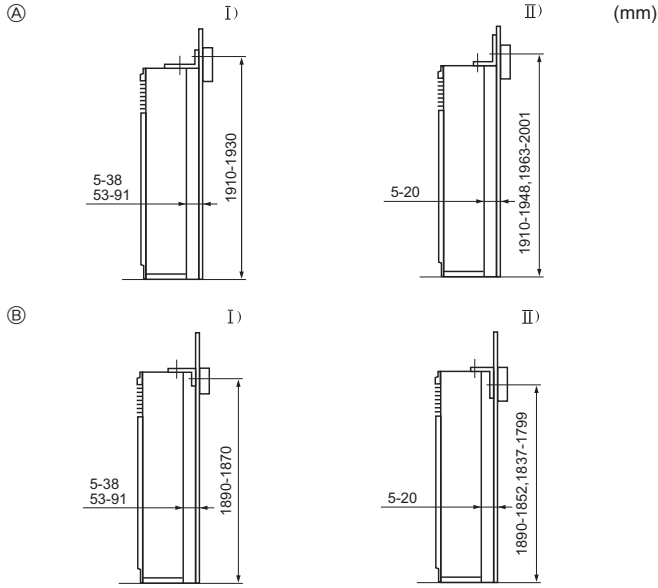

Fig. 3-3
Devrilmeyi engelleyen köşebent ①, ünitenin üst yüzeyine takılır. Kılavuz vidaları ② çıkartın ve şekilde gösterildiği gibi köşebendi yeniden takın. Doğru takma mesafeleri için, Fig. 3-3'e bakınız.
3.3. Devrilmeyi engelleyen köşebendin montajı (Fig. 3-3)